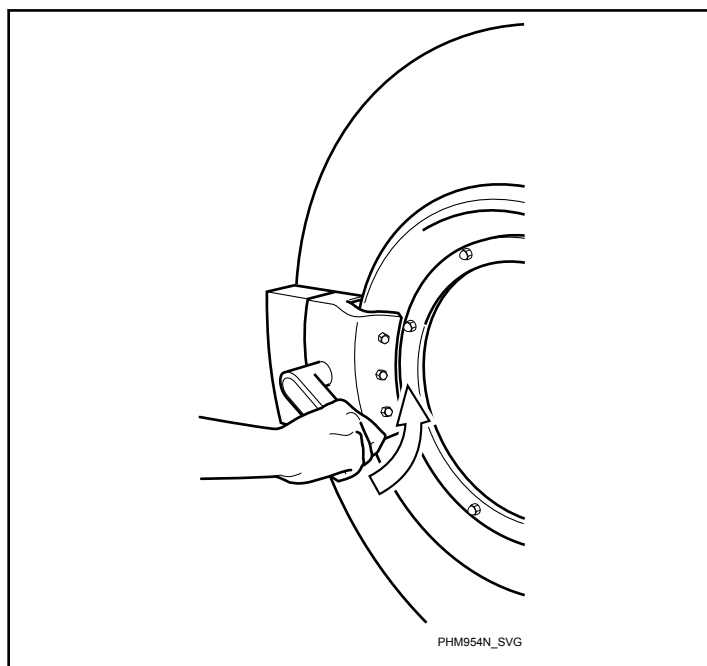

Figura 47
4. Feche a porta e gire a manopla no sentido anti-horário. Consulte a *Figura 47*.